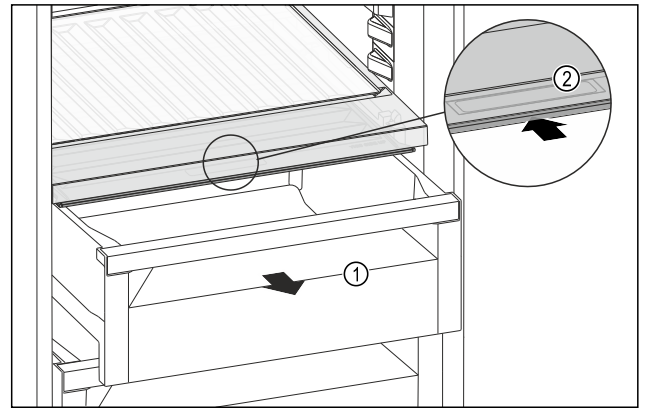

Fig. 209
- ▶ Schubfach Fig. 209 (1) herausziehen.
- ▶ Griffmulde Fig. 209 (2) am Fachdeckel anfassen und Fachdeckel gleichzeitig nach hinten schieben.